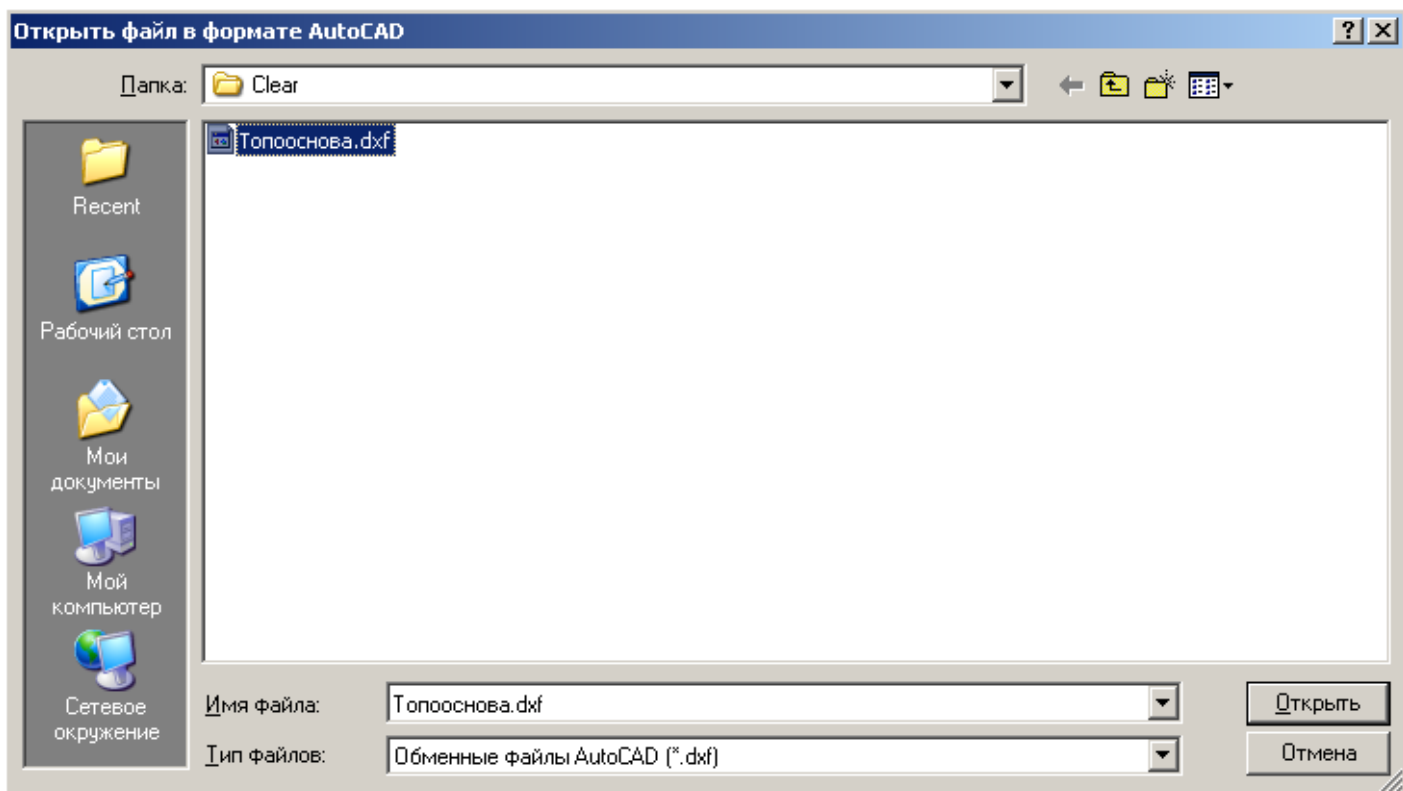

Рисунок 48. Диалоговое окно выбора файла в формате AutoCad
- в диалоговом окне выберите необходимый файл в формате DXF (AutoCad) (Рисунок 48)